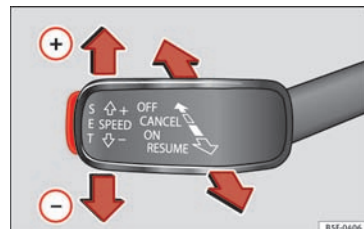

Fig. 49 Se placering på s. 9-10.
- Aktivering af fartpilot: Placer den tredje arm i position **ON** **»» Fig. 49**. Systemet aktiveres, men da der endnu ikke er gemt nogen hastighed, regulerer systemet ikke endnu.
- Brug af fartpilot: Tryk på knappen **SET** **»» Fig. 49**. Den aktuelle hastighed gemmes, og systemet regulerer.
»» Fig. 49, og slip den, eller trød på bremsepedalen. Reguleringen deaktiveres midlertidigt.
- Genoptagelse af fartpilots regulering: Placer armen i positionen **RESUME** **»» Fig. 49**, og slip den. Den gemte hastighed gemmes og indstilles på ny.
- Deaktivering af fartpilot: Placer den tredje betjeningsarm **»» Fig. 49** i positionen **OFF**. Systemet bliver deaktiveret, og den gemte hastighed bliver slettet.